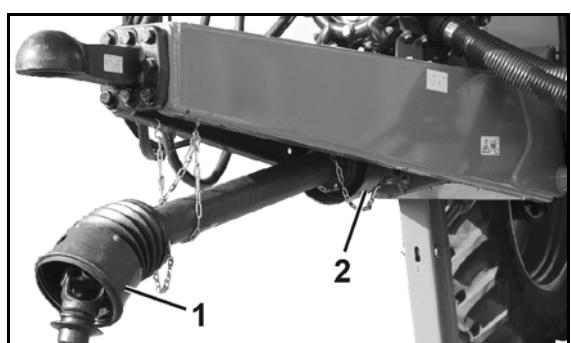

Fig. 12
- Fig. 12/...
(1) Kraftoverføringsakselvern
(2) Vernetrakt på maskinsiden